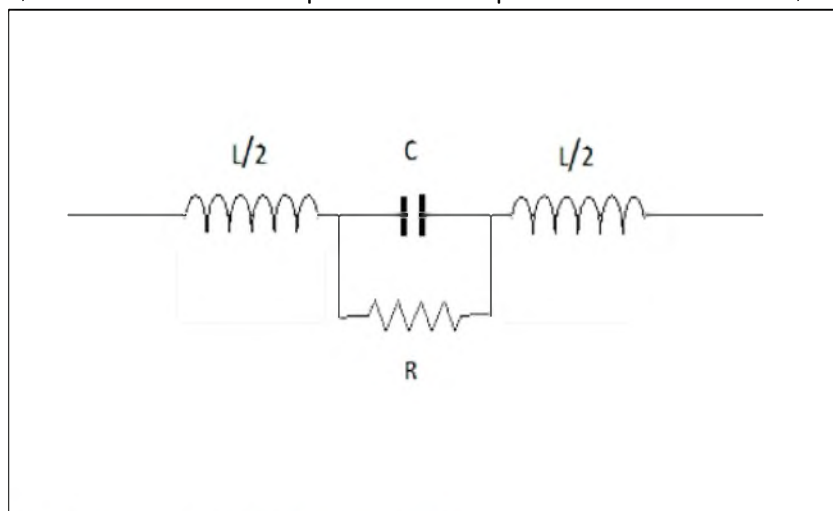
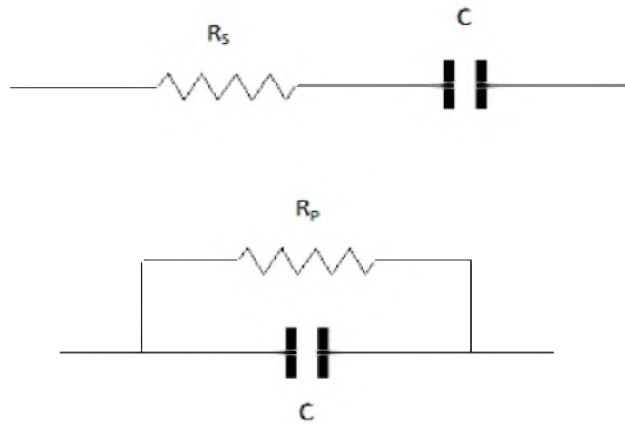

Figure 3: schéma équivalent d'une capacité réelle.
Figure 4: modèles simplifiés d'une capacité réelle.
La figure 3 donne le schéma équivalent d'une capacité réelle. Les deux inductances  $L/2$  correspondent aux inductances des fils de liaison de la capacité. La résistance R est la résistance du diélectrique entre les armatures. Comme dans le cas de l'inductance, un phénomène de résonance apparaît à la fréquence  $f_0$  donnée par la relation (1). A cette fréquence, l'impédance du circuit équivalent passe par un minimum. En dessous de cette fréquence, le circuit a un comportement capacitif et au-dessus, un comportement inductif. La capacité réelle n'est donc utilisable en tant que capacité qu'aux fréquences inférieures à  $f_0$ ; dans ce cas, comme pour l'inductance, un modèle simplifié peut être utilisé (figure 4). Pratiquement, la résistance R est essentiellement en parallèle sur C, mais une représentation avec R en série est possible aussi. La résistance en série  $R_s$  est calculée de façon à ce que le circuit présente le même facteur de qualité que le circuit avec la résistance en parallèle  $R_p$ .